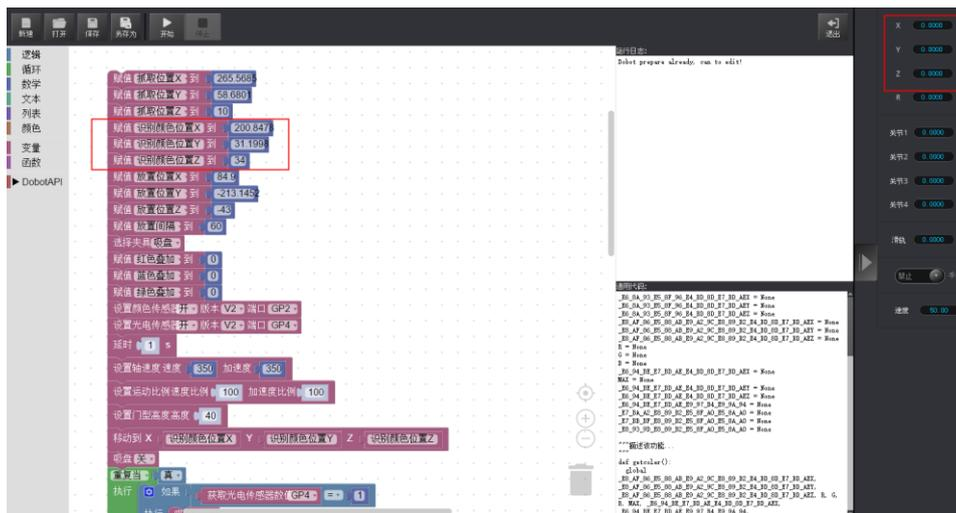

图 4.9 修改 Blockly 识别颜色位置 XYZ 的值
2. 此时，DobotStudio中的控制面板会自动读取当前XYZ轴的值，将读取的数值填入分拣demo中。如图 4.9所示。